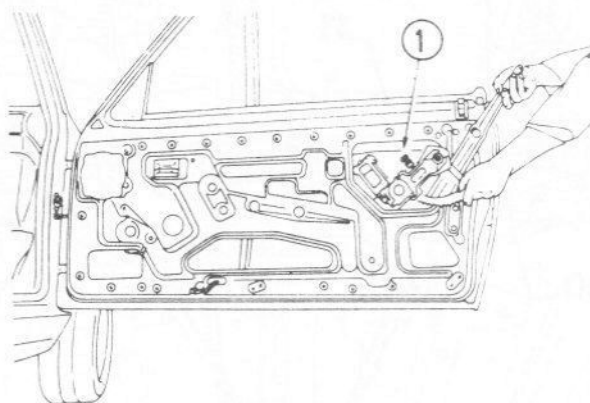

Fig. 13.112 Vis de réglage de hauteur de glace de porte (1) – illustrée au cours de la dépose du lève-glace – modèles Cabriolet (Sec 21)
- (a) Remonter provisoirement la manivelle du lève-glace, ou rebrancher les fils du moteur de lève-glace, le cas échéant, et fermer la glace; si nécessaire, régler la hauteur de la glace en passant la main dans l'ouverture de haut-parleur pour régler la vis illustrée à la Fig. 13.112.